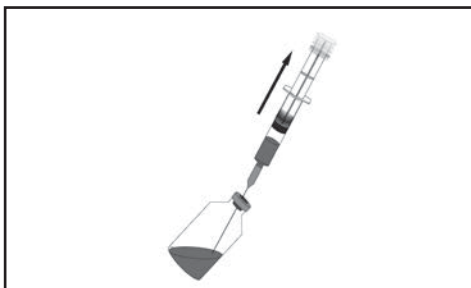

Figura 5a.
- 2.1 Transfiera la cantidad necesaria del fármaco de su envase a la jeringa de carga, aspirando la solución al interior de dicha jeringa mediante la aguja estéril acoplada (Figura 5a). Deje una burbuja de aire pequeña (1 ml o menos) en la jeringa de carga para lograr una mejor mezcla.